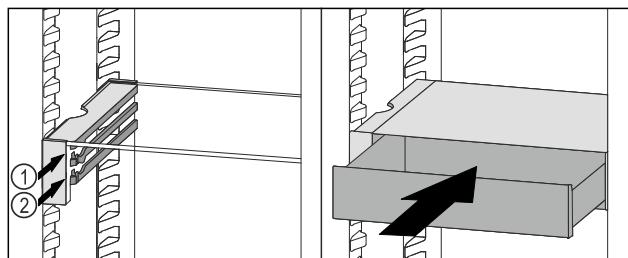

Fig. 55
- Поставете чекмеджето на VarioSafe зад ограничителите върху желаното ребро Fig. 55 (1) или Fig. 55 (2).